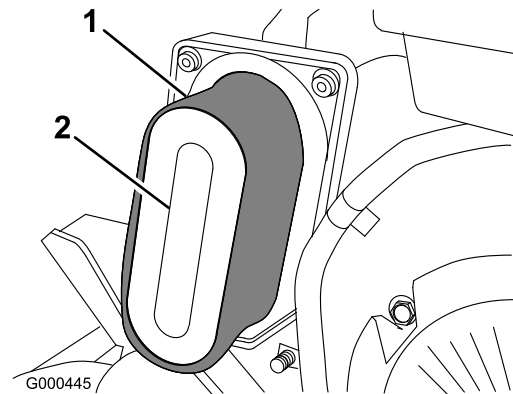

Figura 22
4. Si el elemento de gomaespuma está sucio, sepárelo del filtro de papel (Figura 22) y límpielo a fondo, de la manera siguiente: